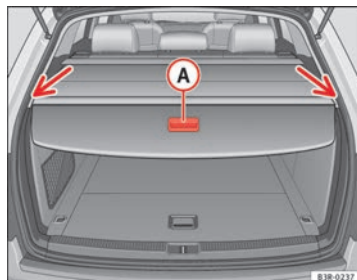

Fig. 118 Portón trasero abierto con bandeja extendida
- Tirando del asa (A) ⇒ fig. 118, extienda de un modo uniforme la cubierta enrollada en dirección a la parte trasera del vehículo.
- Introduzca los extremos de la barra transversal en los dispositivos de enganche que hay a izquierda y derecha ⇒ fig. 118 (flecha), en el revestimiento lateral.